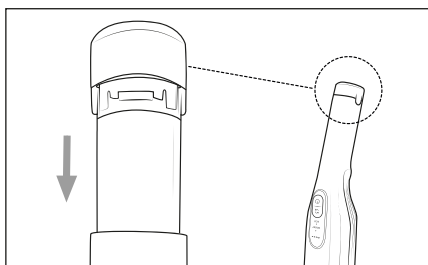

Fig. 3
- 3) Insérez la batterie **1** dans l'appareil jusqu'à la bloquer fermement dans l'appareil (voir fig. 3).